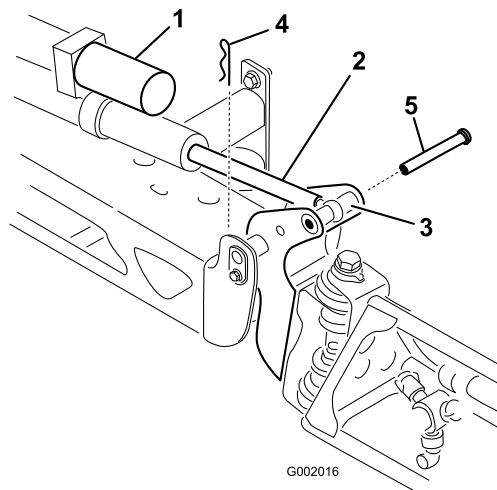

Figura 36
2. Togliete la coppiglia dal perno di articolazione (Figura 36).
3. Sollevare la barra e togliere il perno (Figura 36). Abbassare lentamente la barra all'hardstop.
6. Sollevare la barra per allineare il perno con l'asta dell'attuatore. Tenere ferma la barra e inserire il perno attraverso il perno della barra e l'asta dell'attuatore (Figura 36).